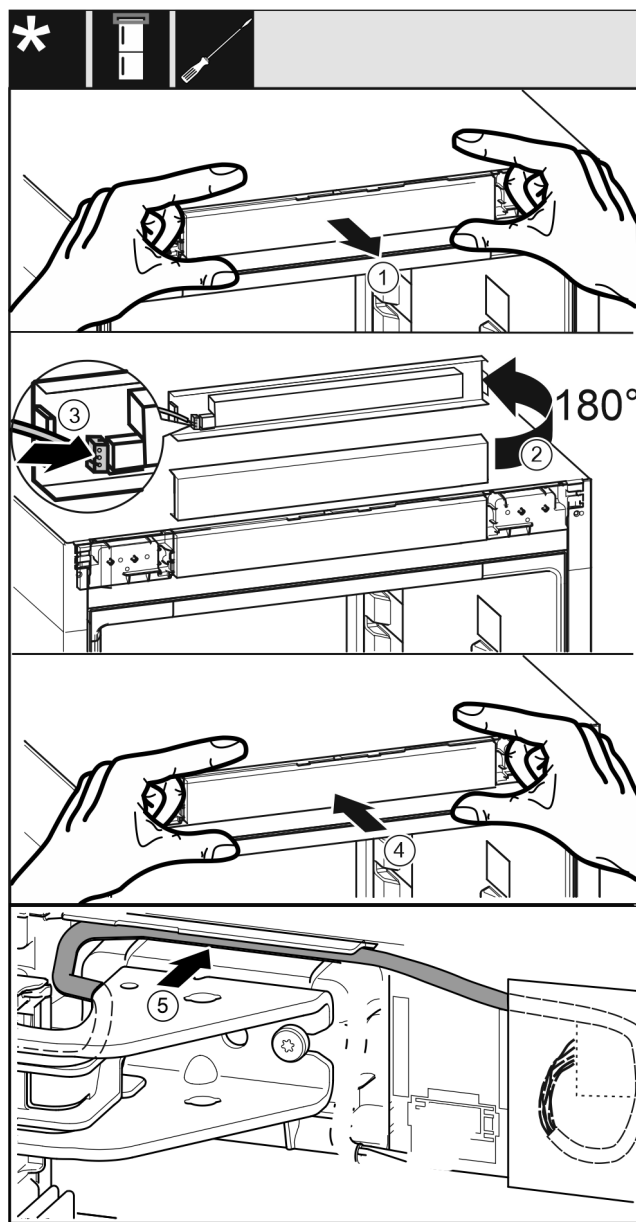

Fig. 48
- Retirer avec précaution le panneau de commande Fig. 48 (1).
- Tourner le panneau de commande Fig. 48 (2) de 180° vers le haut.
- Enclencher le connecteur Fig. 48 (3) sur le cache du panneau de commande.
- Enclencher à nouveau le panneau de commande Fig. 48 (4) sur l'appareil.
- Poser avec précaution le câble Fig. 48 (5) dans le guide au-dessus du support de palier supérieur.